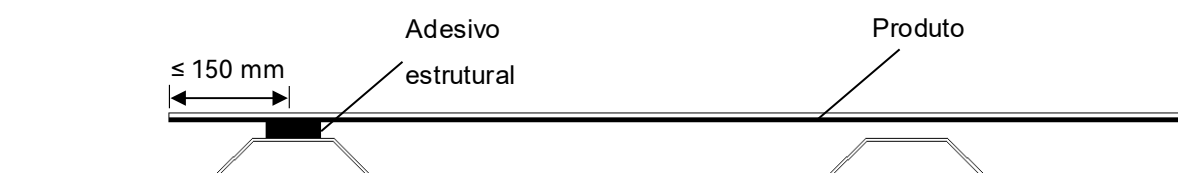

Figura 3
② A distância que o produto ultrapassa a crista da telha metálica em cada extremidade não deve exceder 150 mm. (conforme mostra a Figura 3)